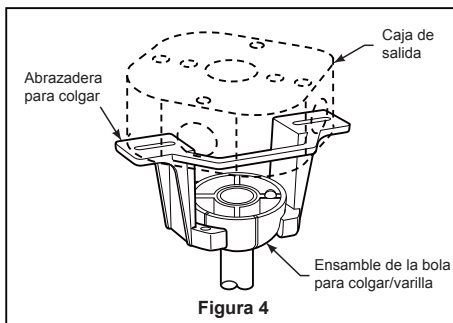

Figura 4
- ☐ 4. Retire la arandela del acoplador del motor y la cubierta de la carcasa superior del ensamble del motor. (Figura 4)
- ☐ 4. Coloque el soporte de la varilla y alinee los orificios de la clavija de horquilla en ambas piezas. Instale la clavija de horquilla y asegúrela con la pinza de horquilla. Fije los dos tornillos de presión y las tuercas de seguridad en el soporte de la varilla interior. (Figura 4)
- ☐ 2. Levante cuidadosamente el ventilador y coloque el ensamble de la bola para colgar/varilla en la abrazadera para colgar que acaba de fijar a la caja de salida. Asegúrese de que la ranura de la bola esté alineada con la lengüeta de la abrazadera para colgar. (Figura 4)
3. Conecte los conductores verdes de la abrazadera para colgar, bola para colgar y conductor verde del suministro (puesta a tierra) con el conector de cables. Conecte el conductor negro de la unidad receptora marcado "AC IN L" al conductor negro de alimentación con el conector de cables. Conecte el conductor blanco de la unidad receptora marcado "AC IN N" al conductor blanco de alimentación con el conector de cables. Conecte el conductor blanco de la unidad receptora marcado "TO MOTOR N" al conductor blanco del ventilador con el conector de cables incluido con la unidad receptora. Conecte el conductor negro de la unidad receptora marcado "TO MOTOR L" al conductor negro del ventilador con el conector de cables que se adjunta con la unidad receptora. Finalmente, conecte el conductor azul de la unidad receptora al conductor azul de la iluminación del ventilador con el conector de cables que se adjunta con la unidad receptora. (Figura 4)
- ☐ 4. Instale el conector de 2 clavijas desde unidad de luz LED conexión a la unidad del motor. (Figura 4)
- ☐ 4. Para configurar el código del mando a distancia a las mismas posiciones que en el receptor. Mueva los interruptores de código hasta colocar el código de selección en la posición arriba o abajo. Con un destornillador pequeño o con una lapicera (no se incluye) deslice firmemente hacia arriba o hacia abajo. (Figura 4)